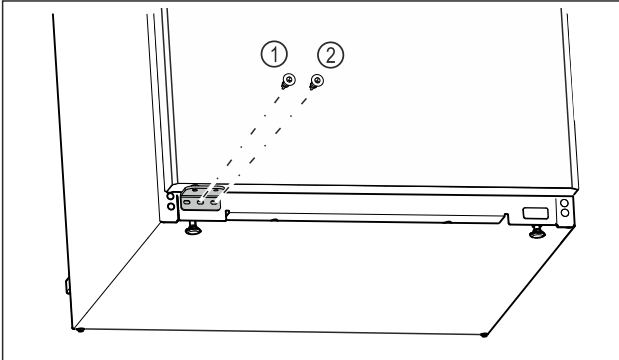

Fig. 17
- ▶ Затягніть середній гвинт опорного кронштейна Fig. 17 (1) за допомогою викрутки Torx 20.
- ▶ Затягніть внутрішній гвинт опорного кронштейна Fig. 17 (2) за допомогою викрутки Torx 20.